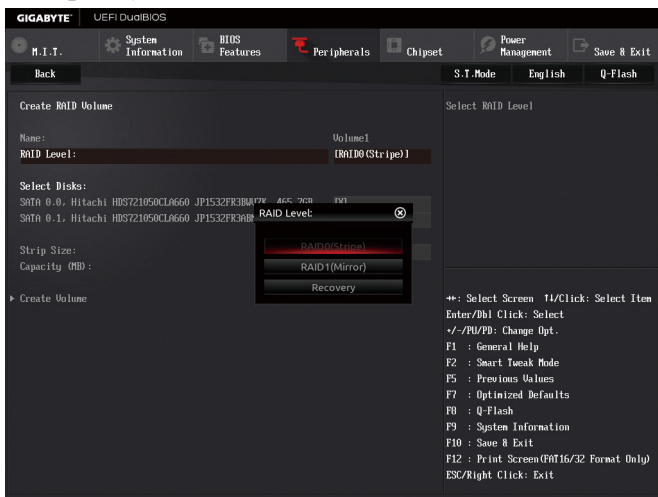

图4
在「Intel(R) Rapid Storage Technology」画面时,请在「Create RAID Volume」选项按<Enter>键,进入「Create RAID Volume」画面,首先在「Name」选项自订磁盘阵列名称,字数最多可至16个字母但不能有特殊字符,设定好后按<Enter>键。接着使用下键移动至「RAID Level」选项选择要制作的RAID模式(图4)。RAID模式选项有:RAID 0(Stripe)、RAID 1(Mirror)、Recovery、RAID 10及RAID 5(可选择的RAID模式会依据所安装的硬盘总数而定)。选择好RAID模式后,再按下键移动至「Select Disks」选项。